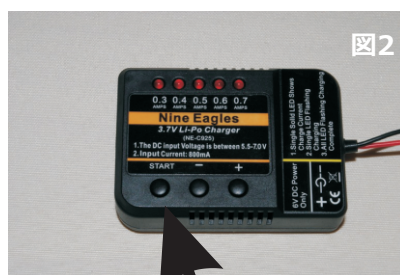

図2
- 4.充電器表面にある+(プラス) キー(マイナス)キーを押し、【0.6mAh】に合わせ、スタートボタンを押します (図2)